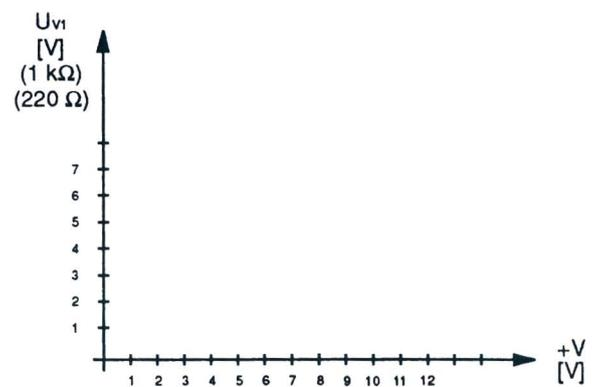

Fig. 6.6
- 26) Construir, en base a los valores de la tabla 6.3, el gráfico de la tensión U_{v1} con una carga de $1\text{ k}\Omega$ y con una carga de 220Ω en función de la tensión +V en la Fig. 6.6.